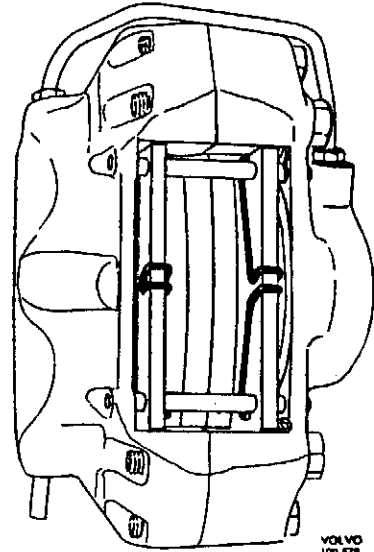

Abb. 15 Dämpfungsfedern eingebaut (P 120 und P 1800, jetz. Ausf.)
4. Die Kolben in den Radzylindern vorsichtig einpressen und die neuen Bremsklötze montieren. Dabei ist zu beachten, daß der Bremsflüssigkeitsstand im Hauptzylinder etwas ansteigt und eventuell überlaufen kann. Einwandfreie Führungsbolzen und Sicherungsklammern einbauen. Kontrollieren, daß die Klötze beweglich sind und daß die Beläge nicht aus der Bremsscheibe herausragen. Wenn Dämpfungsfedern eingebaut werden sollen, sind diese lt. Abb. 15 anzubringen.
4. Sind die beiden Hälften des Bremssattels auseinandergenommen gewesen, sind diese zusammenzubauen. Dabei sind die inneren, größeren Befestigungsschrauben (12) mit einem Moment von 6,2—7 mkg anzuziehen. Führungsbolzen und Sicherungsklammern anbringen. Wenn Dämpfungsfedern eingebaut werden sollen, sind diese lt. Abb. 15 einzubauen.